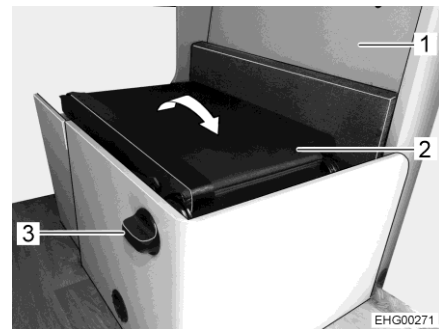
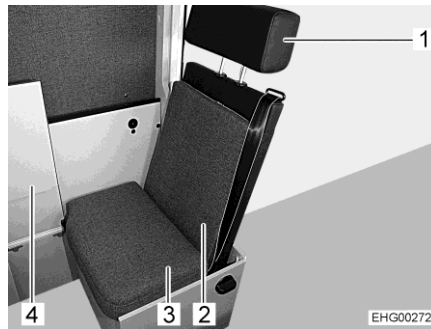

Fig. 11 Déplier un siège supplémentaire
Fig. 12 Siège supplémentaire
- Ouvrir le couvercle (Fig. 11,1) de la banquette longitudinale.
- Tourner la poignée (Fig. 11,3) et la maintenir ainsi pour déverrouiller le dossier.
- Déplier le dossier (Fig. 11,2).
- Rabattre l'élément rabattable (Fig. 12,4) de la banquette longitudinale vers le haut.
- Accrocher le coussin de dossier (Fig. 12,2) à la languette sur les tiges de l'appui-tête.
- Fixer le coussin de dossier (Fig. 12,2) avec la sangle de serrage sur le dossier (Fig. 11,2). Veiller à ce que ceinture de sécurité du siège supplémentaire ne se coince pas.
- Poser le petit coussin d'assise (Fig. 12,3) sur le siège de manière à ce que la languette de fixation (Fig. 11,2) soit dirigée vers le dossier.